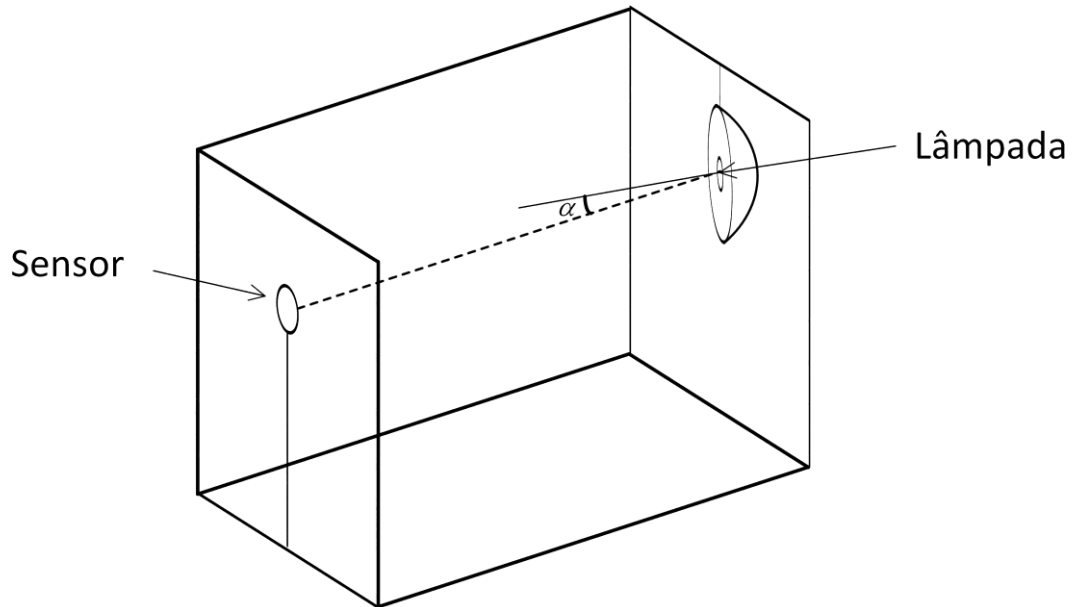

Figura 4 - Gônio-fotômetro
3. **Verificação de leis básicas e curvas de desempenho de fontes de luz (demonstração, a ser realizada por um ou mais grupos com a participação do professor):** Utilizando um gônio-fotômetro (goniômetro), como mostrado na figura 4, proceder aos seguintes ensaios :